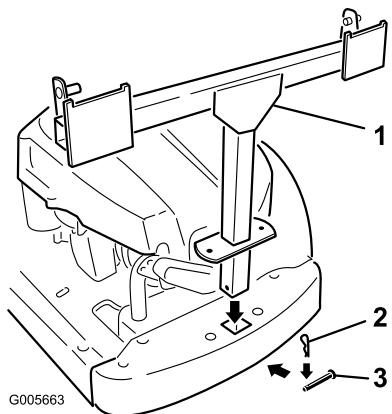

Figura 4
- Sujete el bastidor del ensacador con un pasador (5/16 x 2-1/4 pulg.) y una chaveta (Figura 4).
- Instale dos varillas, una en cada lado del bastidor del ensacador. Localice el soporte ranurado entre la rueda motriz trasera y el bastidor. Introduzca el extremo abocinado de la varilla en la muesca de la ranura y deslice la varilla hacia atrás Figura 4.
- Introduzca el extremo dobrado de la varilla en el bastidor del ensacador según se muestra en Figura 4. Sujete ambos extremos de las varillas con chavetas.